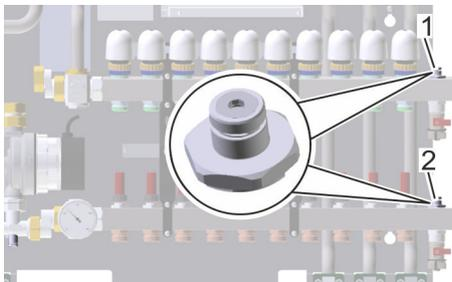

Abb. 85: Ventile aufdrehen
3. ➤ Während des Entleerens die 2 Ventile (Abb. 85/1–2) aufdrehen.